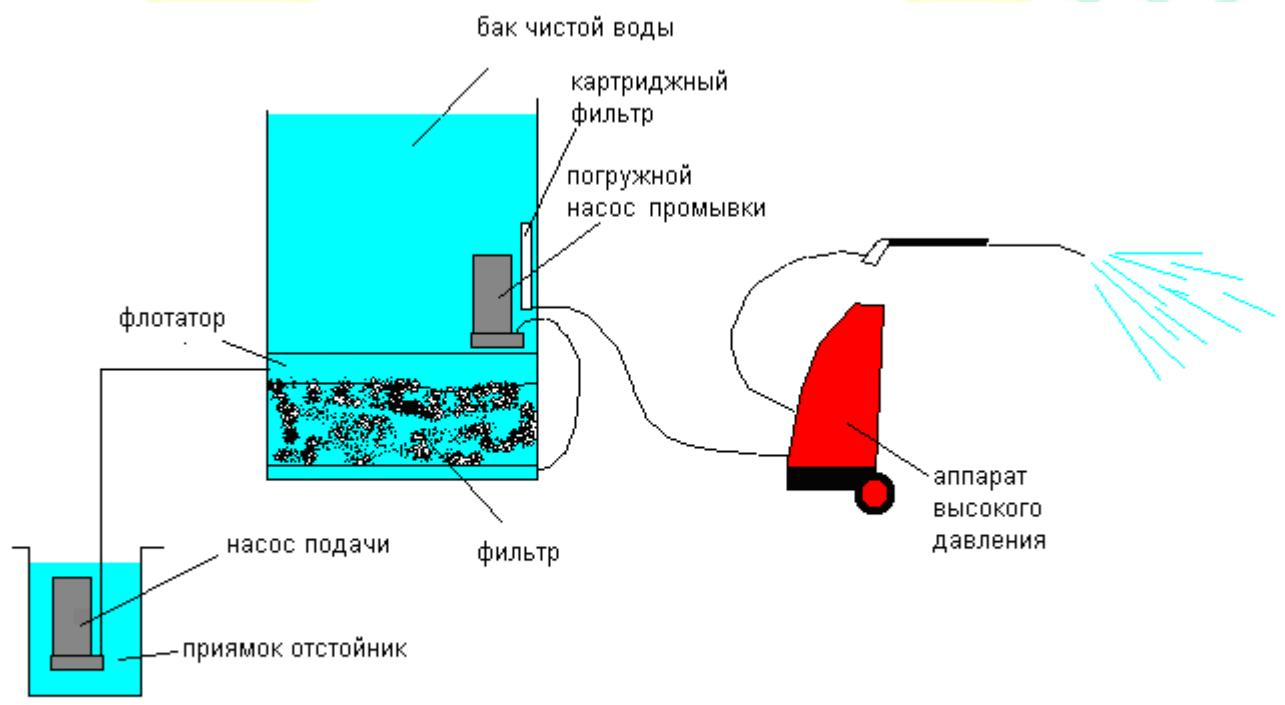

Рис. 6.1.
6.1. Принципиальная схема установки УКО®-1м 0,5 автомат приведена на рис. 6.1.